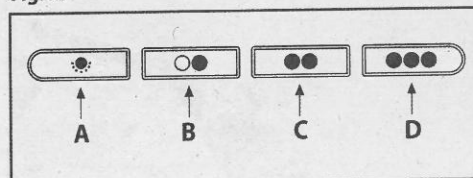

Fig.19
• **Comandos mecânicos (Fig.19)** a simbologia é indicada a seguir: